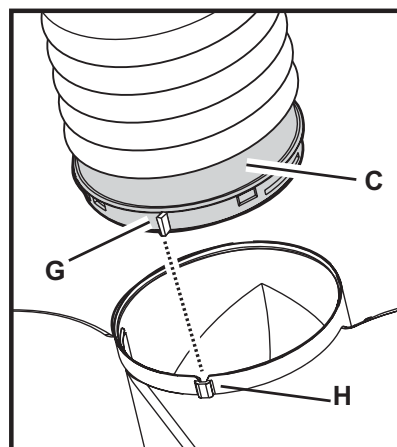

Fig. 11
- Sur la buse **C**, installer un tuyau d'évacuation, de préférence d'un diamètre égal à celui de la buse (**Fig. 11**). Le tuyau d'évacuation doit être assez long pour rejoindre l'extérieur (version évacuation extérieure) ou le plafond du meuble (version recyclage).